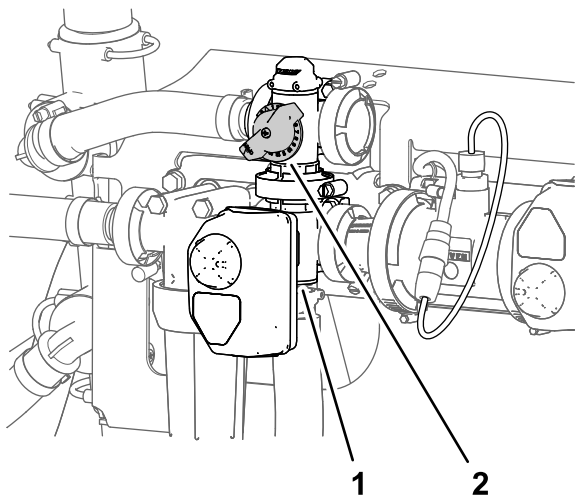

Figure 40
- Réglez la vanne de dérivation d'agitation (Figure 40) à l'arrière de la vanne d'agitation jusqu'à ce que la pression indiquée sur le manomètre soit 6,89 bar (100 psi).